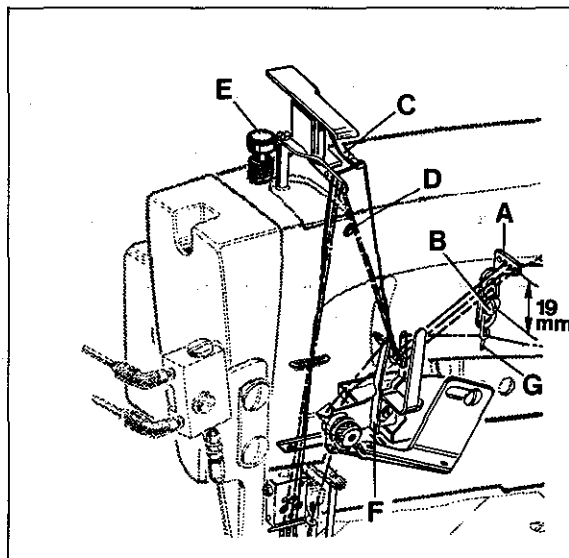

Fig.6
Set the frame eyelet (A, Fig. 6) 19 mm (3/4 in.) above the center of mounting screw (B). Lower it for more needle thread, raise it for less needle thread in the stitch.
Set the height of top cover thread pull-off eyelet (F, Fig. 6) to have pulled-off just sufficient thread for an exact stitch formation. Raise the pull-off eyelet for a looser top cover thread and lower it for a tighter top cover thread.
Set eyelet (G, Fig. 6) so that the top cover thread forms a horizontal straight line between eyelet (G) and pull-off eyelet (F).
The pressure on the presser foot should be just as strong as to feed the fabric to be sewn uniformly. The pressure exerted by the presser spring should be slightly stronger than the pressure exerted by the spring(s) for the presser foot yielding section(s). The regulator (E, Fig. 6) is located left on the top of the machine arm. Turning it clockwise increases the pressure, turning counterclockwise acts the reverse.
Stellen Sie die Fadenführung am Gehäuse (A, Fig. 6) 19 mm hoch zur Mitte der Befestigungsschraube (B) ein. Tieferstellen ergibt mehr, höherstellen weniger Nadelfaden in der Naht.
Stellen Sie die Oberlegfaden-Abzugsführung (F, Fig. 6) in der Höhe so ein, daß gerade soviel Faden abgezogen wird, wie zur Bildung einer exakten Naht benötigt wird. Höherstellen der Abzugsführung ergibt einen loseren und tieferstellen einen straffer angezogenen Oberlegfaden.
Montieren Sie die Führung (G, Fig. 6) am Gehäuse so, daß der Oberlegfaden zwischen Führung (G) und Abzugsführung (F) eine waagerechte, gerade Linie bildet.
Die Stellschraube (E, Fig. 6) befindet sich links oben auf dem Maschinenarm. Drehen im Uhrzeigersinn verstärkt den Druck, drehen im Gegenuhrzeigersinn verringert ihn.